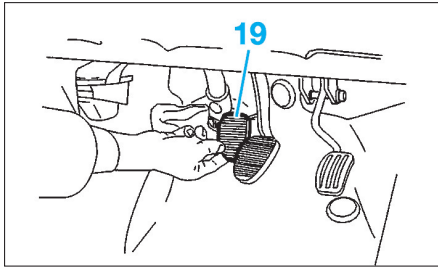

Fig. 10
• Maintenir la pédale d'embrayage (19) (Fig.10) en fin de course (vers le plancher).